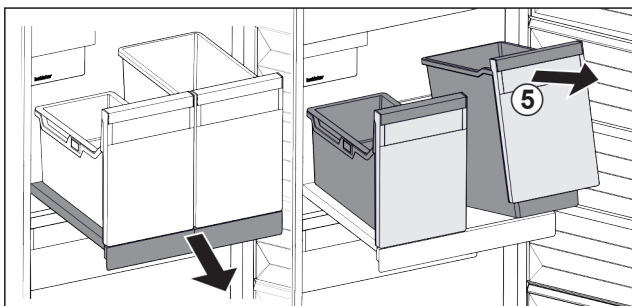

Fig. 89
- ▶ Приподнимите контейнеры Fig. 89 (5) спереди.